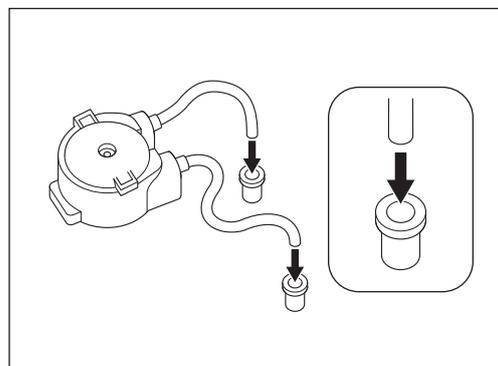

Fig. 54
- 6) Inserire gli anelli di connessione sui tubi di irrigazione del nuovo set pompa di irrigazione (opzionale). Prestare attenzione al verso di inserimento dell'anello (Fig. 54).